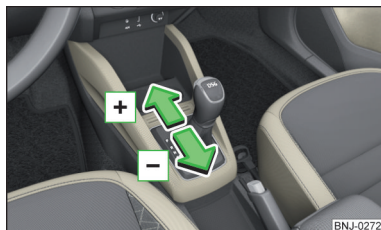

Рис. 122
- Для перемикання передачі на вищу пересуньте важіль селектора  вперед » Рис. 122.
- Для перемикання передачі на нищу пересуньте важіль селектора  назад » Рис. 122.